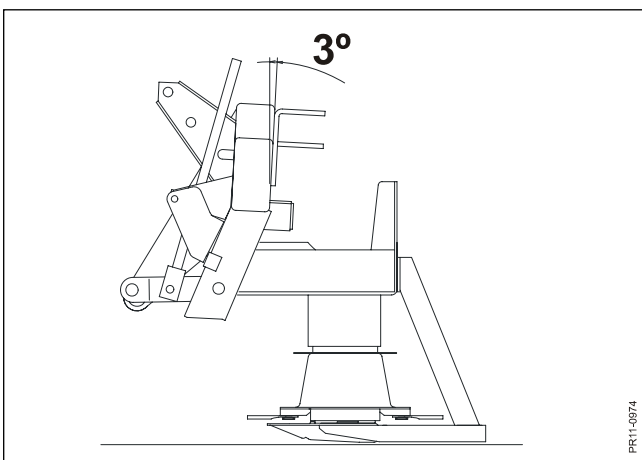

Fig. 3-9
- Fig. 3-9** L'altezza di taglio può essere incrementata agendo sul collegamento del terzo punto muovendolo posteriormente in modo tale che la barra di taglio si muova orizzontalmente rispetto al terreno.